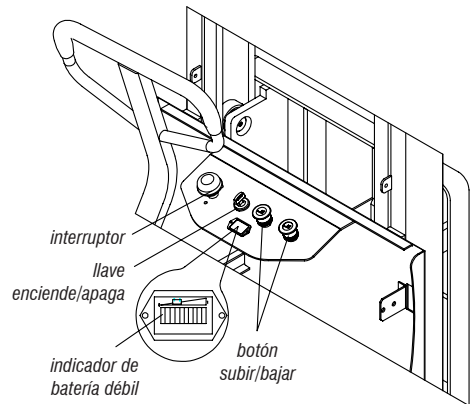

Fig. 3 – Panel de control
2. Confirme si hay electricidad en las baterías, destrabe la puerta semi-eléctrica y verifique el coulómetro en el panel de control de la grúa horquilla. Si una barra en la extremidad izquierda estuviera brillante, esto indica que no hay electricidad (vea la Fig. 3) y que la carga debe ser realizada inmediatamente. Es estrictamente prohibido operar la grúa horquilla sin electricidad, pues esto reducirá mucho la vida útil de las baterías e incluso podrá dañarlas.